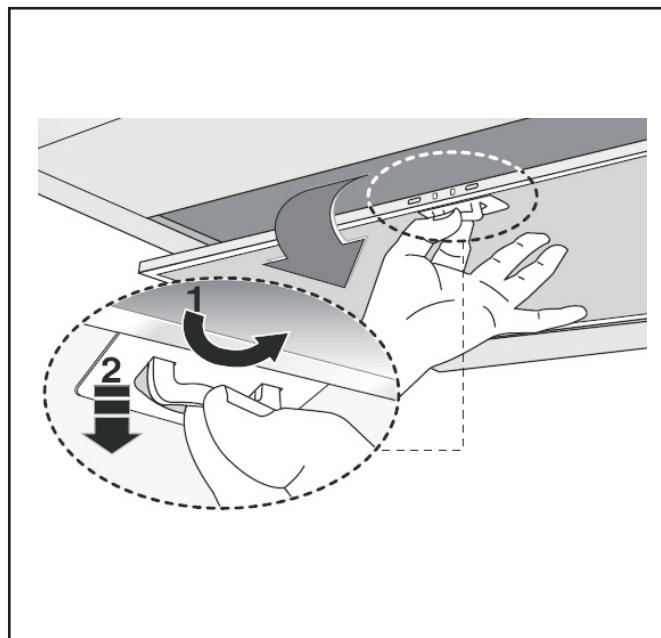

Fig.4
- Antes de efectuar las operaciones de fijación, extraer el / los paneles filtrantes (**Fig.4**).
- .- Quite los paneles filtrantes (**Fig.4**) y lávelos con una solución de agua y detergente líquido neutro dejando ablandar la suciedad.